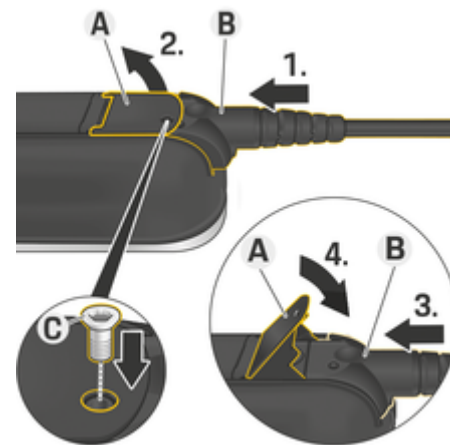

Fig. 48: Asegurar cables y enchufes
- ✓ La palanca **A** (Fig. 48) está cerrada.
1. Inserte el enchufe **B** (Fig. 48) en la unidad de control hasta que se sienta por primera vez resistencia.
2. Levante la palanca **A** (Fig. 48).
3. Empuje el enchufe **B** (Fig. 48) por completo.
4. Cerrar la palanca **A** (Fig. 48).
5. Asegure el enchufe **B** (Fig. 48) a la unidad de control mediante el tornillo **C** (Fig. 48).